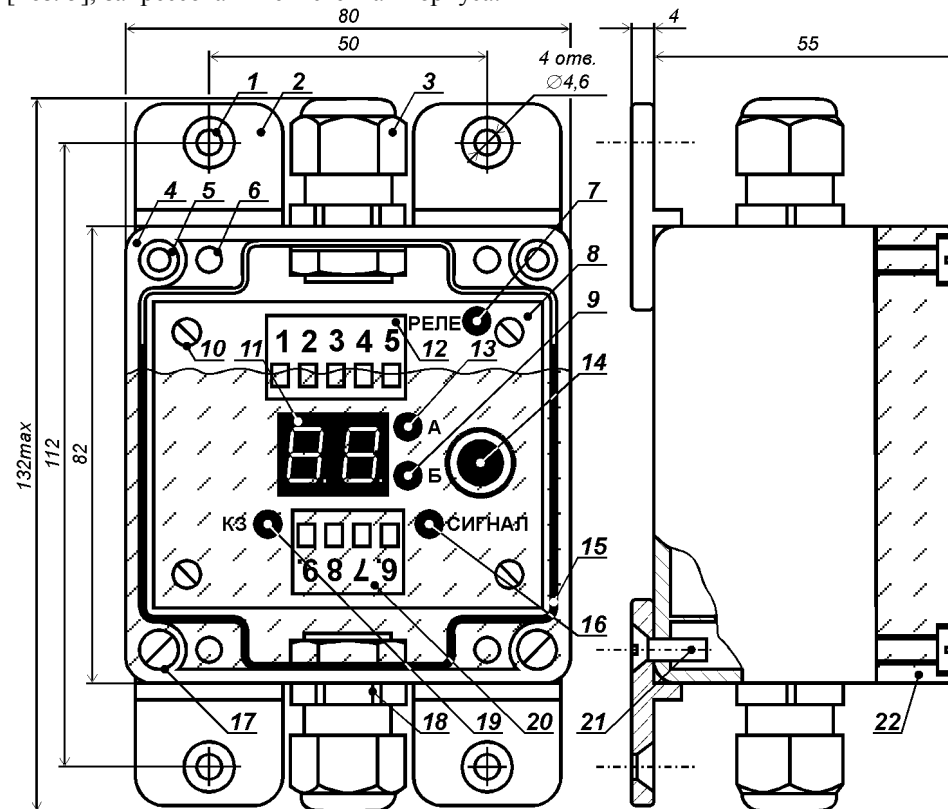
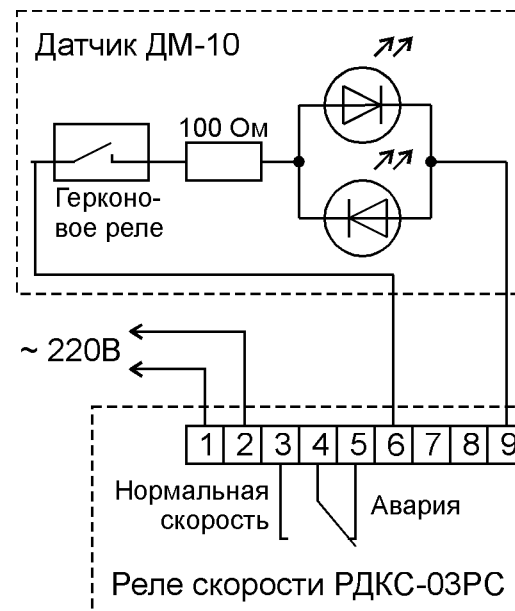

Рис. 1. Конструкция реле скорости РДКС-03РС.
Рис. 3. Схема подключения РДКС-03.
Конструкция РС показана на рис. 1. Устройство размещено в пластмассовом корпусе [поз. 4], который закрыт прозрачной крышкой [поз. 22] через уплотнитель [поз. 15] четырьмя винтами [поз. 17]. Винты вворачиваются в резьбовые втулки [поз. 5], запрессованные в стенках корпуса.
- светодиод: «Реле» [поз. 7], показывающий состояние выходных контактов РС. Светодиод горит, когда контакты находятся в положении «Нормальная скорость» (рис. 3);
Схема подключения УКС показана на рис. 3.
РС монтируется либо вблизи контролируемого механизма, либо в электрощитовом помещении, рядом с его пусковой аппаратурой. Для крепления РС служат четыре винта М4х10 из комплекта поставки. Винты вворачиваются в установочные отверстия РС [поз. 1 на рис. 1].
Клеммы РС рассчитаны на использование проводов сечением от 0,5 до 2,5 мм². Клеммы 1 и 2 РС служат для подачи напряжения электропитания (см. рис. 3), а клеммы 3, 4 и 5 – для блокировки контролируемого механизма. Датчик ДМ-10 в произвольной полярности подключается к клеммам 6 и 9, а клеммы 7 и 8 РС не используются. Для подключения проводов к разъёмным клеммным рядам РС необходимо отсоединить клеммные колодки от печатной платы, осторожно потянув их вверх. Затем следует провести кабели через гермовводы и подключить провода к клеммам, после чего вновь присоединить колодку к печатной плате РС до фиксации.
При отсутствии сетевого напряжения на клеммах 1 и 2 РС контакты встроенного электромагнитного реле находятся в положении «Авария» (рис. 3).
После подачи питания и до нажатия на энкодер [поз. 14 на рис. 1] РС находится в режиме «Работа». Светодиод «А» [поз. 13 на рис. 1] горит, если скорость механизма выше номинальной, а светодиод «Б» [поз. 9 на рис. 1] – если ниже. Цифровое табло [поз. 11 на рис. 1] показывает процент отклонения текущей скорости механизма от номинальной. Если отклонение превысило заданный порог и это превышения длится дольше заданной задержки, то контакты выходного реле РС переходят в положение «Авария» (рис. 3). При изменении скорости на 50 % и более задержка отсутствует. Цифровое табло отображает зафиксированный процент изменения скорости: если скорость в момент отключения была выше номинальной, то горит светодиод «А», а если ниже – то светодиод «Б». В случае принудительного (минуя контакты РС) пуска механизма, когда его скорость войдёт в допустимый диапазон и пройдёт заданное время задержки, контакты реле вернуться в положение «Нормальная скорость» (рис. 3).
В режиме «Автонастройка» РС запоминает текущую скорость объекта, в дальнейшем принимая её за номинальную (за 100%). Контакты реле переходят в положение «Нормальная скорость» (рис. 3) и одновременно мигают светодиоды «А» и «Б».
4. Если при подаче на РС сетевого напряжения загорается светодиод «КЗ» [поз. 19 на рис. 1], то следует устранить короткое замыкание в линии связи между датчиком и РС.
7. Три раза нажав на энкодер [поз. 14 на рис. 1], войти в режим «Автонастройка» (должны одновременно мигать светодиоды «А» [поз. 13 на рис. 1] и «Б» [поз. 9 на рис. 1]).